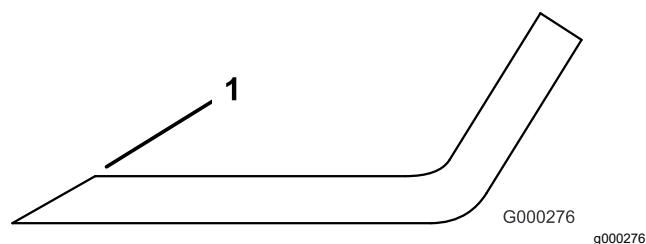

Figura 126
3. Inspecione as extremidades de corte de todas as lâminas e afie-as se apresentarem sinais de desgaste ou ranhuras (Figura 126).
Nota: Afie apenas a zona superior da parte cortante e mantenha o ângulo de corte original para garantir um desempenho eficaz da lâmina (Figura 126). A lâmina manterá o equilíbrio se retirar a mesma quantidade de material de ambas as extremidades de corte.